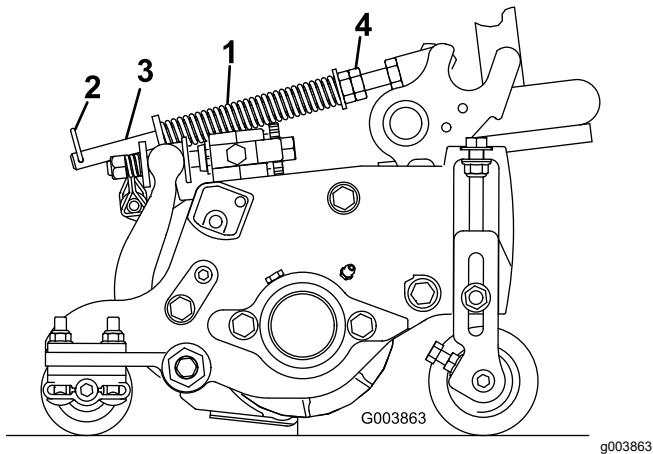

Figura 21
La molla di compensazione del manto erboso (Figura 21) trasferisce il peso dal cilindro anteriore al cilindro posteriore, per contribuire a ridurre l'ondulazione del manto erboso, detta anche fluttuazione o bobbing.
1. Verificate che la coppia sia montata nel foro posteriore dell'asta della molla (Figura 21).
| 2. Serrate i dadi esagonali sul lato anteriore dell'asta della molla, finché la lunghezza compressa della molla non è di 15,9 cm (Figura 21). | |